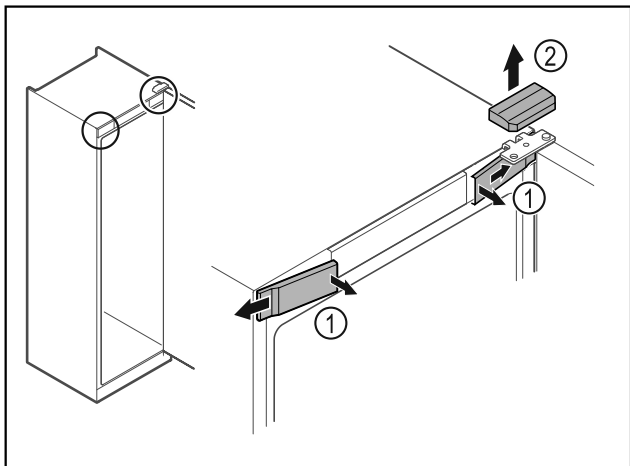

Fig. 17
- ▶ Trekk de innvendige dekslene foran Fig. 17 (1) ut av stilling, og ta dem av sidelengs.
- ▶ Trekk det øvre dekselet Fig. 17 (2) opp og av.